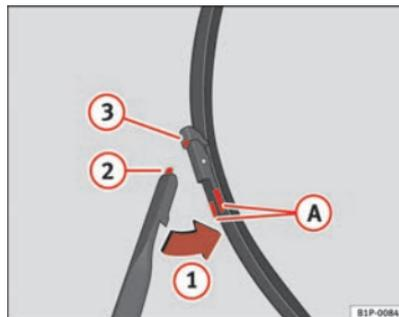

Fig. 149 Cambio de las escobillas del limpiaparabrisas
- Presione las teclas laterales (A) y libere la escobilla desplazándola en el sentido de la flecha (1) ⇒ fig. 149. ▶
- Introduzca la pestaña ② en el alojamiento ③ de la escobilla ⇒ fig. 149.
- Desplace la escobilla hacia el brazo en el sentido contrario a la flecha ①, hasta percibir un click ⇒ fig. 149.